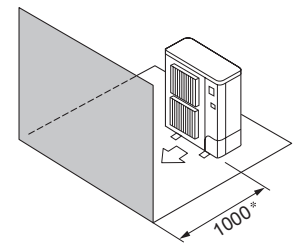

Fig. 2-6
- ④ Hindernisse auf der Vorderseite (Fig. 2-6)